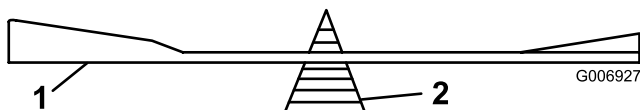

Bild 31
2. Überprüfen Sie die Auswuchtung jedes Messers auf einer Ausgleichsmaschine (Bild 31). Wenn das Schnittmesser in seiner horizontalen Position bleibt, ist es ausgewuchtet und kann wiederverwendet werden. Feilen Sie, wenn das Schnittmesser nicht ausgewuchtet ist, an der Rückseite des Messers etwas Metall ab. Wiederholen Sie diesen Vorgang, bis das Messer ausgewuchtet ist.